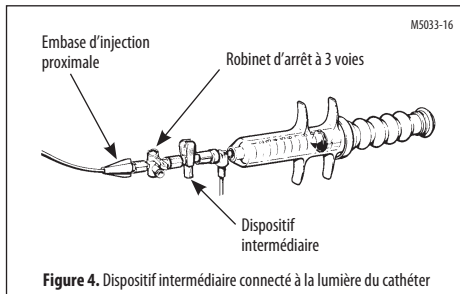

Figure 4. Dispositif intermédiaire connecté à la lumière du cathéter
- Vérifier l'absence d'air dans le trajet des fluides. Relier la valve unidirectionnelle/le clapet anti-retour au robinet d'arrêt fermant la lumière du cathéter d'injection (Figure 4).